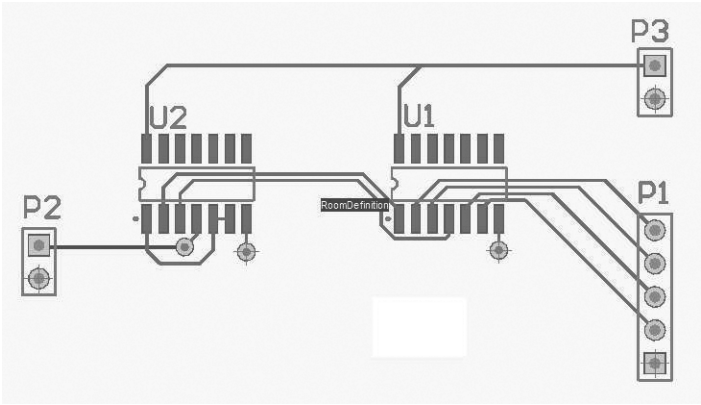

图 13-18 “SY. PcbDoc” 项目文件
(1) 打开执行信号完整性分析的项目，这里打开一个简单的设计项目“SY. PrjPCB”，打开的“SY. PcbDoc”项目文件如图 13-18 所示。